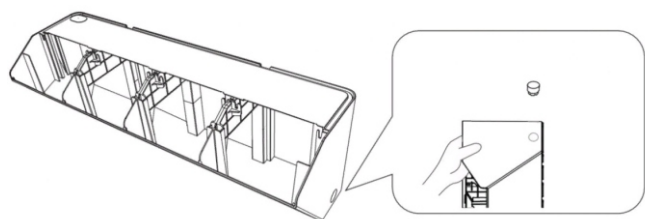
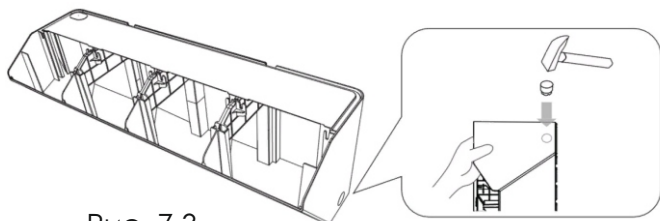

Рис. 7.1
Рис. 7.3
- Для установки индикатора уровня воды в модуле есть подготовленное отверстие с двух сторон. Для того чтобы сделать отверстие с нужной стороны возьмите круглую шайбу для пробивки отверстия (входит в комплект) переверните модуль вертикальной нужной стороной, установите шайбу в подготовленное отверстие и легким ударом молотка пробейте отверстие насквозь (слева или справа, рис. 7.1, рис. 7.3).